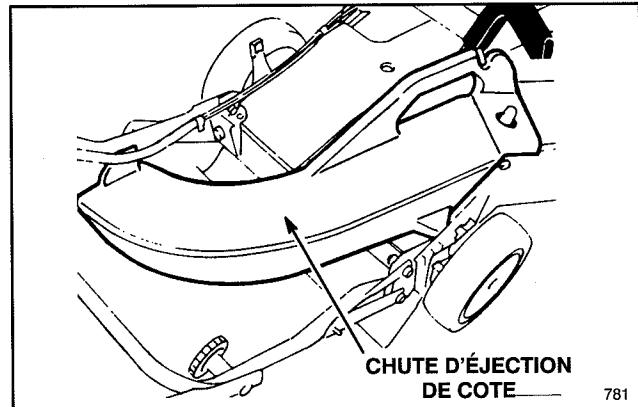

Figure 29
2. **Kit d'éjecteur latéral, modèle 59189**—Installez l'éjecteur et la chute d'éjection latérale pour convertir la tondeuse Recycler® II Super Pro® en tondeuse à éjection latérale (Fig. 29). Inclut l'obturateur du canal d'éjection.